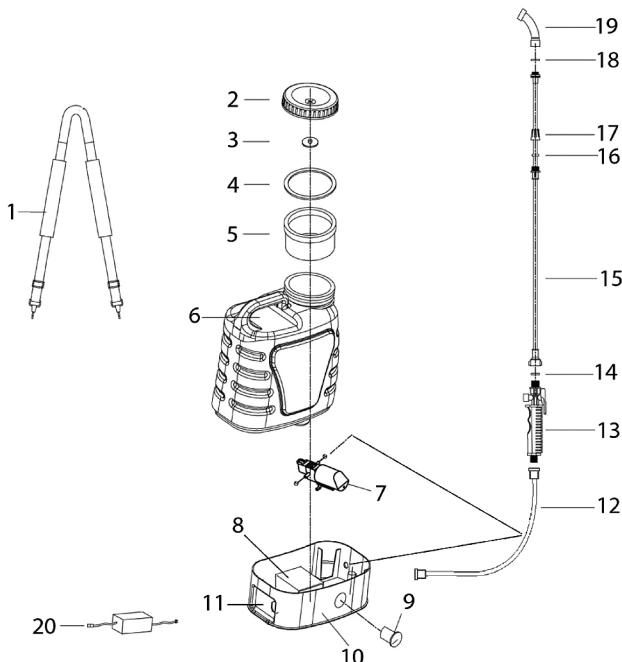
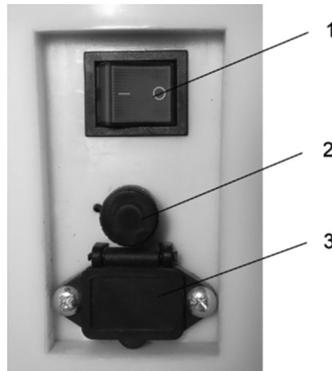

Рис. 1 Основные узлы и органы управления
Рис. 2 Панель управления
Распылитель аккумуляторный поступает практически в собранном состоянии. Для окончательной сборки необходимо извлечь распылитель из коробки. Проверить соединения в соответствии с Рис. 1 (при необходимости затянуть). Установить необходимую форсунку (Рис. 3).
7. Приготовить требуемый раствор и залить жидкость в бак опрыскивателя через фильтр 5 заливной горловины (Рис. 1).
Для зарядки аккумулятора вставьте штекер зарядного устройства в разъем 3 (Рис. 2) на панели управления опрыскивателя. Затем вставьте вилку зарядного устройства в розетку электрической сети 230В/50Гц.
Индикатор 9 заряда (Рис. 1) во время зарядки горит красным светом. После
2. Для опрыскивания с максимальным давлением переведите электрический выключатель 1 (Рис. 2) в положение нажмите на рычаг управления клапаном подачи на рукоятке управления 13 (Рис. 1) и начните опрыскивание. Если отпустить рычаг опрыскиватель выключится автоматически.
3. Для регулировки давления опрыскивания переведите электрический выключатель в положение «O», а регулятор давления 2 (Рис. 2) поверните по часовой стрелке и настройте необходимое давление. Переведите электрический выключатель в положение «I».
4. Переведите электрический выключатель 1 (Рис. 2) в положение «I».
6. Для опрыскивания нажмите на рычаг управления клапаном подачи на рукоятке управления 13 (Рис. 1).
7. Заряд аккумулятора контролируйте по индикатору 9 (Рис. 1).